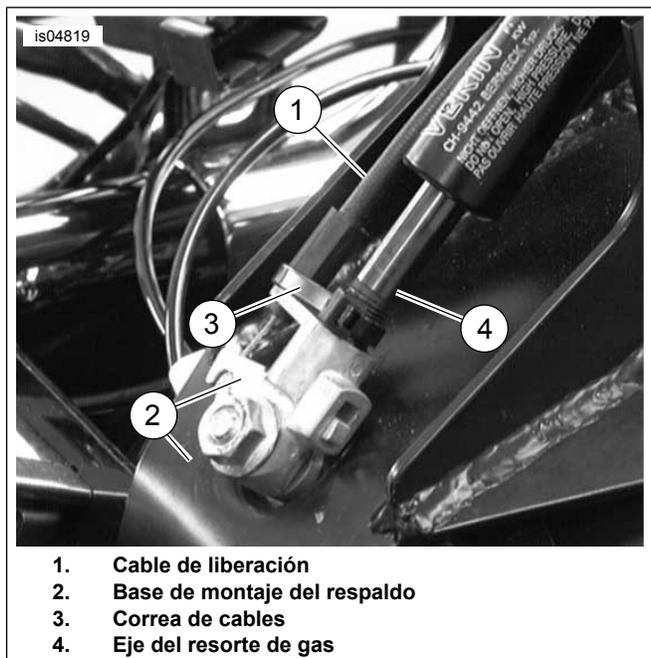

Figura 6. Instale el cable en la base de montaje del respaldo
12. Figura 6 Fija el cable de liberación (1) a la base de montaje del respaldo (2) como se muestra. Fije cuidadosamente el cable al eje del resorte de gas (4) con la correa de cables proporcionada (3). No ajuste de más la correa de cables.